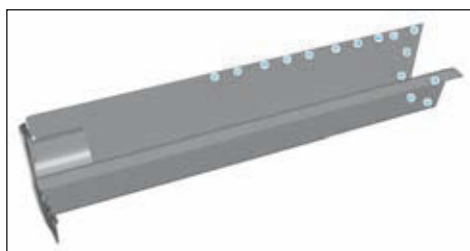

FIG.197
- Tracer puis percer au Ø 8 mm pour un soudage ultérieur par points bouchons MAG (Fig197).